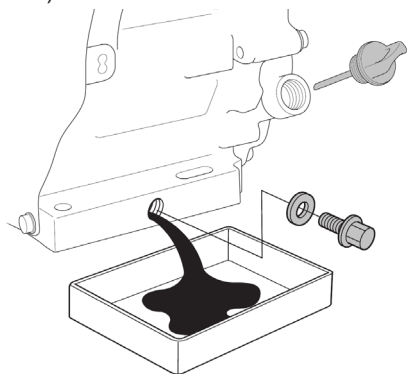

Рис. 15 Замена масла в двигателе
5. Открутите пробку для слива масла и слейте отработанное масло в подготовленную для этого емкость (Рис. 15).